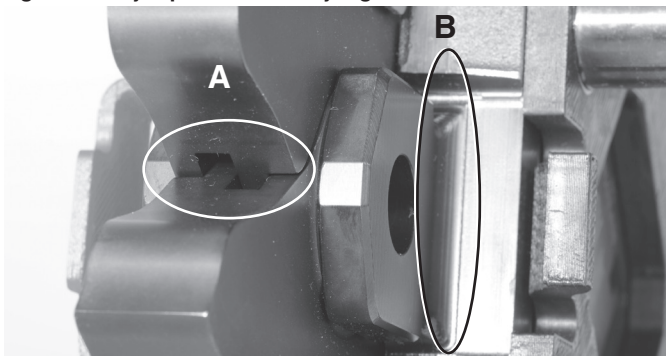

Figura 2B – Zonas que se deben inspeccionar para verificar que los Brazos (A) y la Lengüeta de montaje (B) no están dañados
- No están dañadas las lengüetas de montaje ni las bisagras de los brazos (vea la Figura 2B).